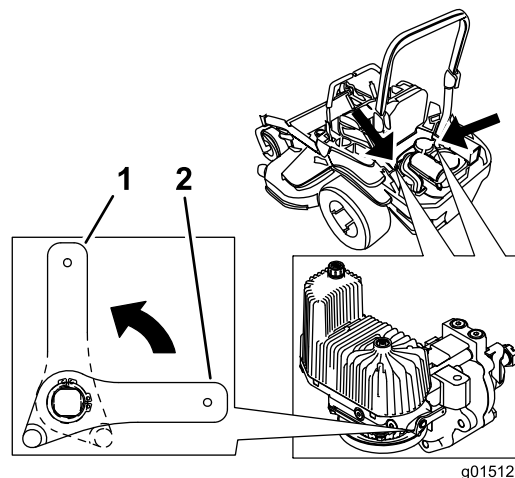

Bild 43
3. Drehen Sie zum Schieben der Maschine die Hebel des Ablassventils in die vertikale Stellung (Bild 43).
5. Stellen Sie die Ablassventilhebel zum Schieben der Maschine horizontal (Bild 43).